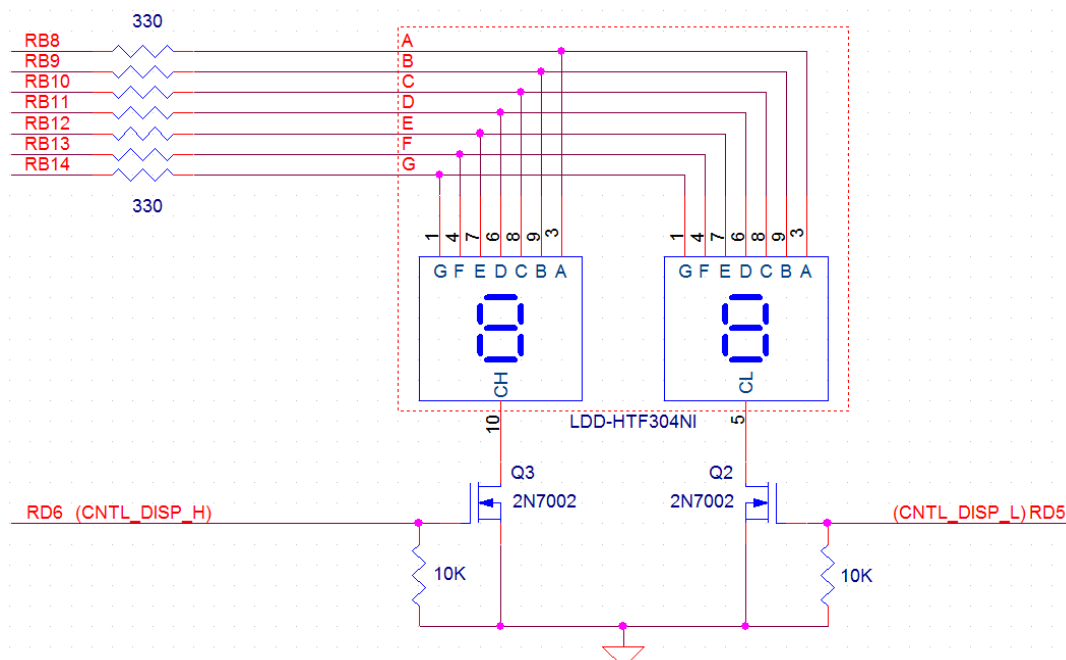

Figura 4. Ligação de um *display* de 7 segmentos duplo ao porto B do PIC32.
Apesar de o componente ser constituído por dois *displays*, existe apenas um conjunto de entradas "A" a "G", que liga internamente às entradas correspondentes dos dois *displays*, tal como esquematizado na Figura 4. A ativação de cada um dos *displays* é feita através das entradas CH e CL, que funcionam como um *enable*, ativo em lógica negativa. Ou seja, para que um *display* esteja ativo é necessário que o respetivo *enable* (CH ou CL) tenha o valor lógico 0.
- Escrever no porto B a combinação binária que ligue apenas o segmento do *display* correspondente ao caracter lido (e apague todos os restantes); note que a Figura 4 contém a informação que determina qual o porto que corresponde a cada segmento: por exemplo, o segmento A está ligado ao porto **RB8**.